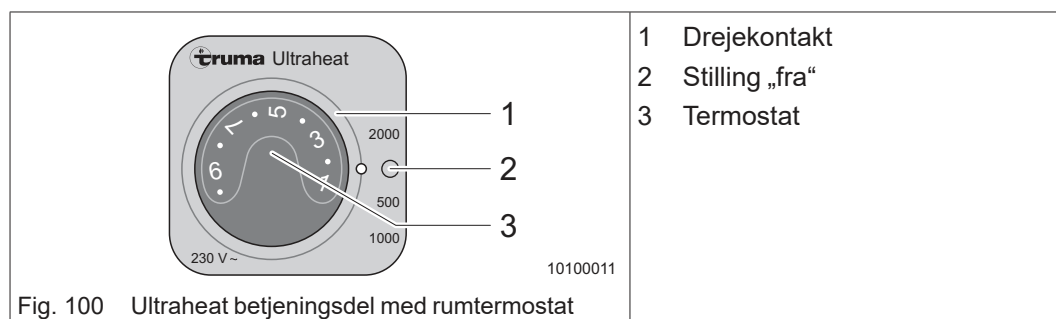

Fig. 100 Ultraheat betjeningsdel med rumtermostat
- ➔ Indstil drejekontakten (Fig. 100/1) til det ønskede effektrin 500 W, 1000 W eller 2000 W.
- ➔ Indstil termostaten (Fig. 100/3) til den ønskede varmeeffekt.
- ➔ Drej drejeknappen (Fig. 100/1) til position (○) (Fig. 100/2).